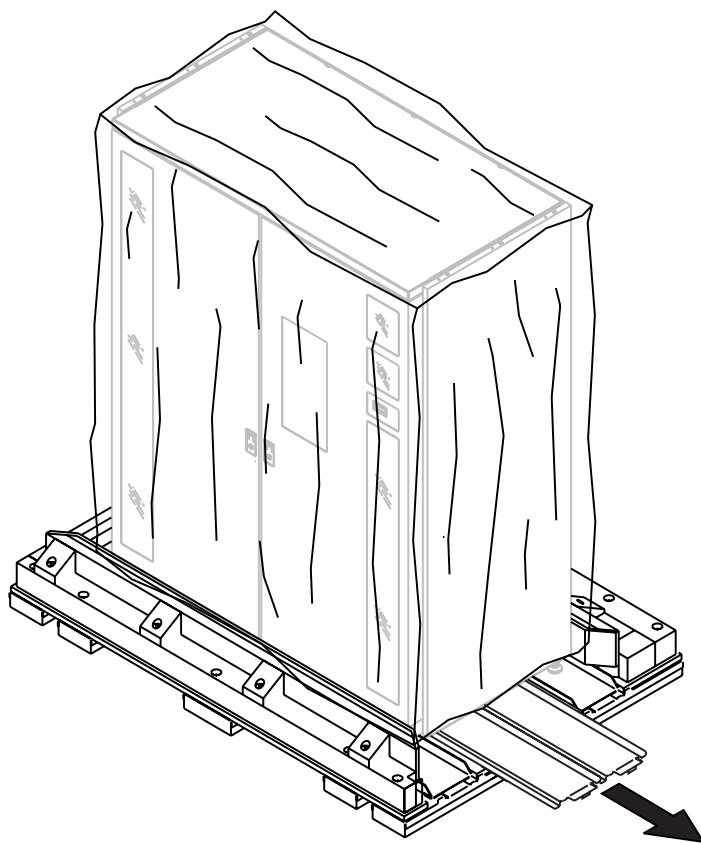

Figura 4-8: Rimozione delle estensioni della rampa
15. Rimuovere la barra in legno di destra, quindi estrarre le estensioni della rampa e il fermo in gommapiuma che si trovano nella parte inferiore destra della libreria (vedere la Figura 4-8). Collocare le estensioni della rampa lateralmente fino al momento in cui si sposterà la libreria.